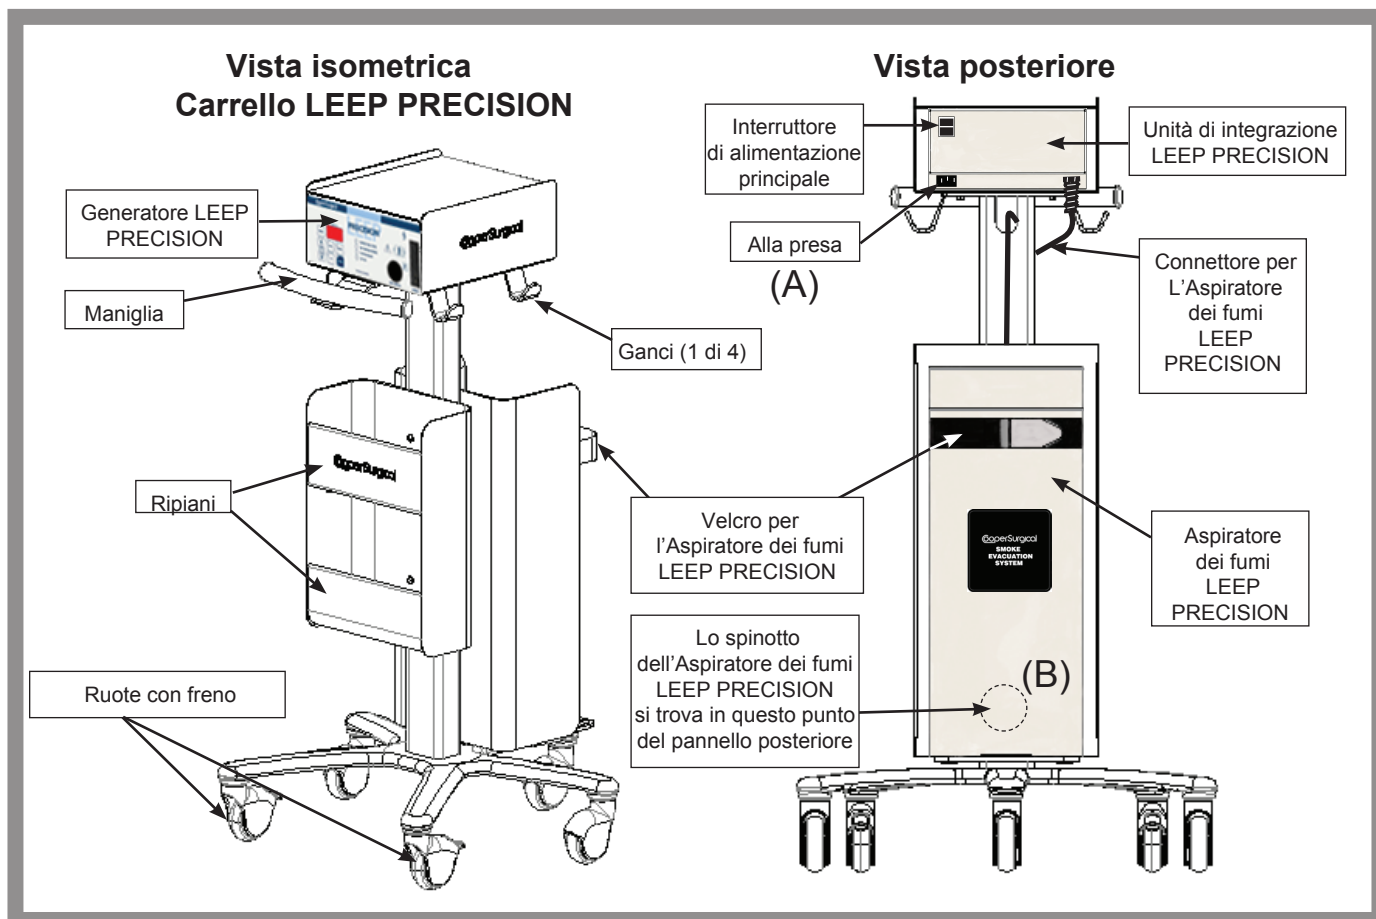

Figura 1
2. Collegare il connettore [riferimento (B) nella Figura 1] dell'Unità di integrazione LEEP PRECISION alla parte posteriore dell'Aspiratore dei fumi LEEP PRECISION.
Verificare che l'interruttore di accensione/spengimento del Sistema Integrato LEEP PRECISION, posto sull'Unità di integrazione, sia in posizione OFF ("O"). Quindi, collegare il cavo di alimentazione alla presa sull'Unità di integrazione LEEP PRECISION, e successivamente a una presa a parete collegata a terra di grado ospedaliero per alimentare l'unità [vedere il punto (A) nella Figura 1].